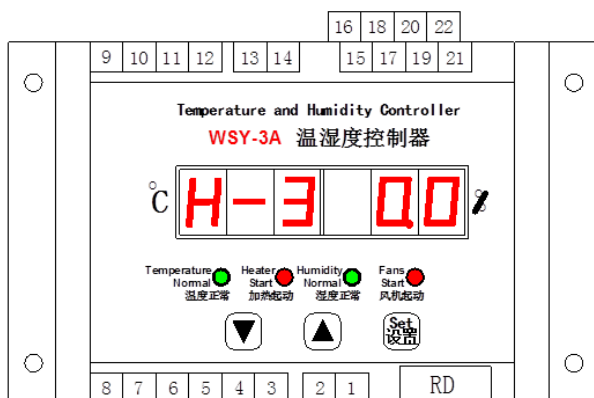

图 7
- 继续按下设置键，左侧三位数码管闪烁显示 H-3，表示是温度校正系数设置值，右侧三位数码管为数值位，设置值为-9.9—9.9，通过“^”、“V”进行设置（见图7）。